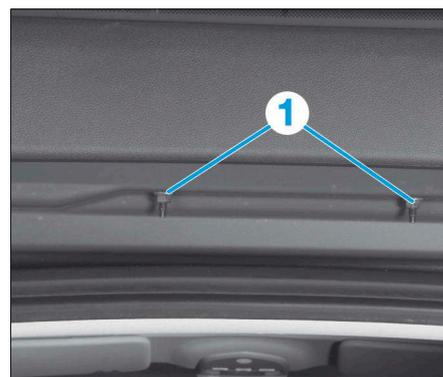

FIG. 86
- Ouvrir le hayon et déposer les écrous (1) (Fig.86).